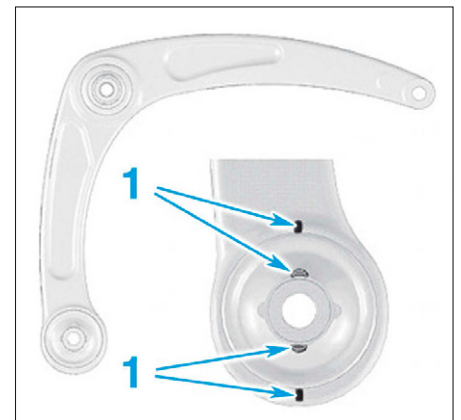

FIG. 13
- Repérer la position (1) de l'articulation élastique arrière sur bras inférieur de suspension (Fig.13).